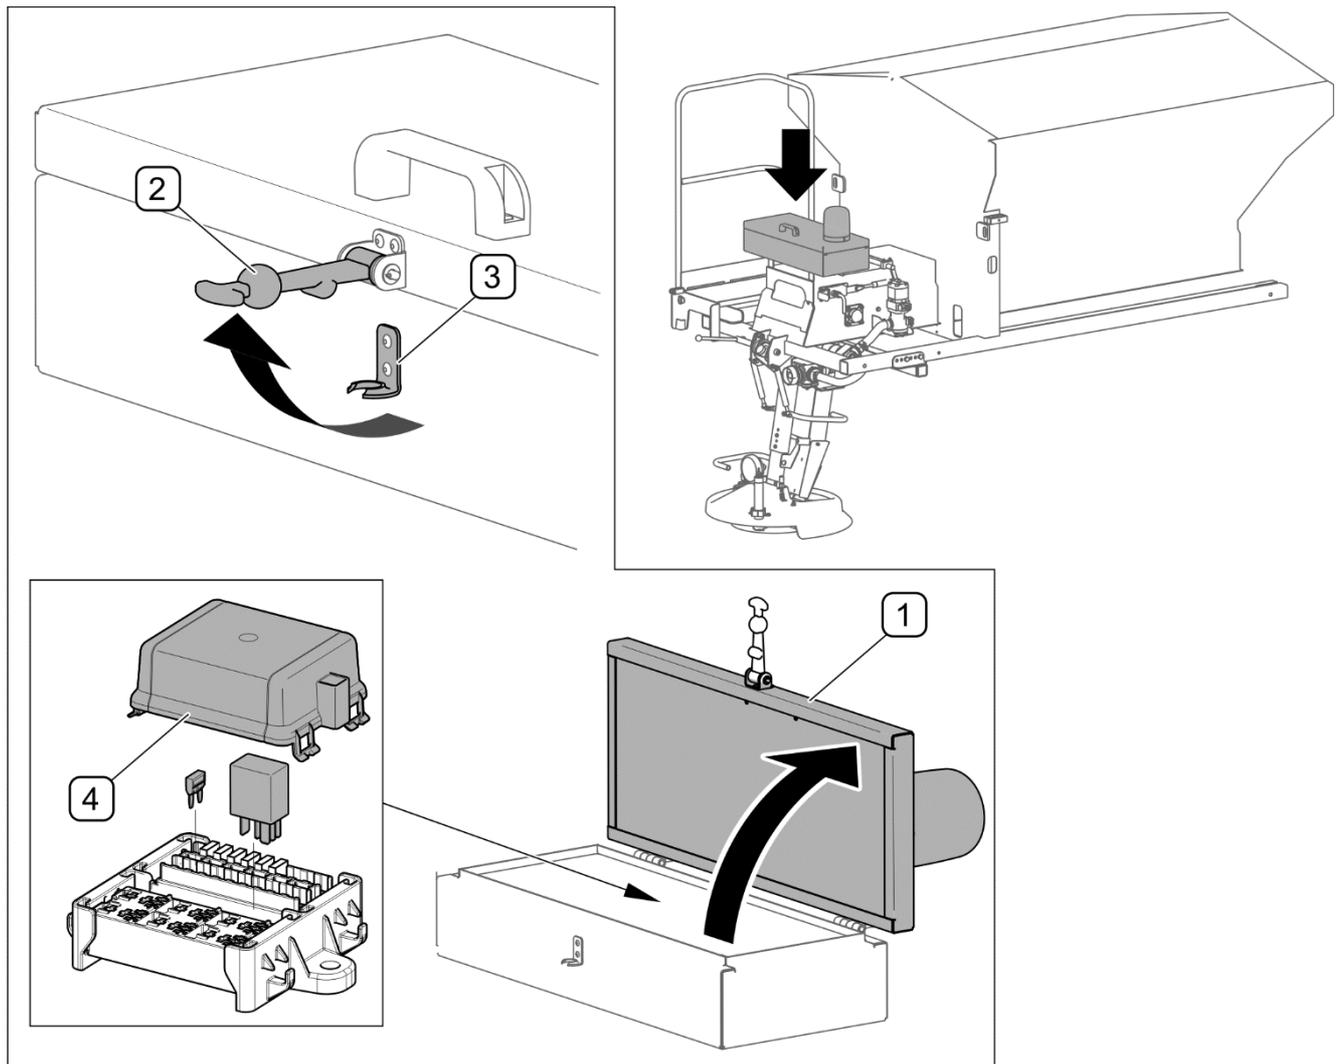

ABBILDUNG 5.1 Sicherungskasten
(1) - Abdeckung; (2) - Sicherungsgummi; (3) - Haken; (4) - Deckel des Sicherungsgehäuses
Im Falle einer Störung der Elektrik müssen die sich unter der Abdeckung (1) am Heck der Streumaschine befinden Sicherungen geprüft werden (ABBILDUNG 5.1). Die Abdeckung (1) kann nach entfernen des Sicherungsgummis (2) vom Haken (3) geöffnet werden. Die Sicherungen und Relais befinden sich unter dem Deckel (4) des Gehäuses. Eine defekte Sicherung muss aus dem Gehäuse herausgezogen und durch eine neue ersetzt werden. Die